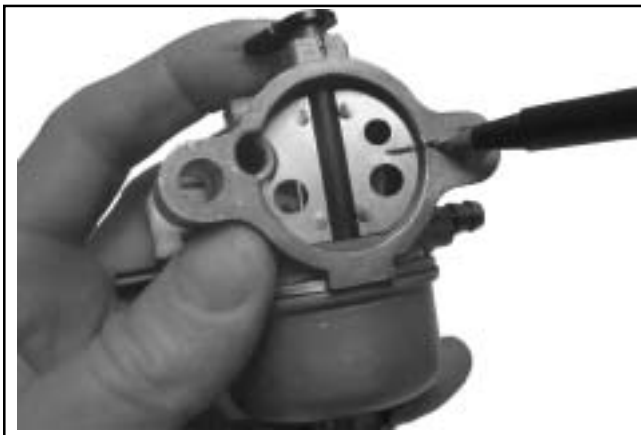

Figura 5-7. Marcación de la placa y del cuerpo del carburador.
1. Al estar los bordes de la placa del estrangulador biselados, deberá marcar la placa del carburador y el cuerpo del carburador para poder volver a montarlos correctamente. Ver figura 5-7.